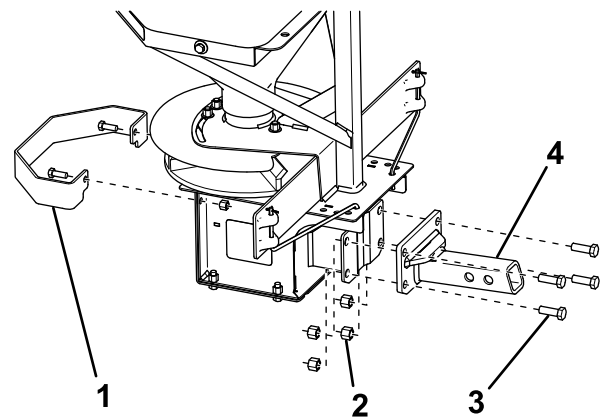

Figura 4
1. Monte el acoplamiento deslizante en el esparcidor con 4 pernos (1/2") y contratuercas (1/2"), y apriete los pernos a 76 N·m (56 pies-libra) como se muestra en la Figura 4.
2. Monte el protector del disco distribuidor en el esparcidor con los 2 pernos existentes (3/8") y contratuercas (3/8"), y apriete los pernos a 27 N·m (19.7 pies-libra) como se muestra en la Figura 4.